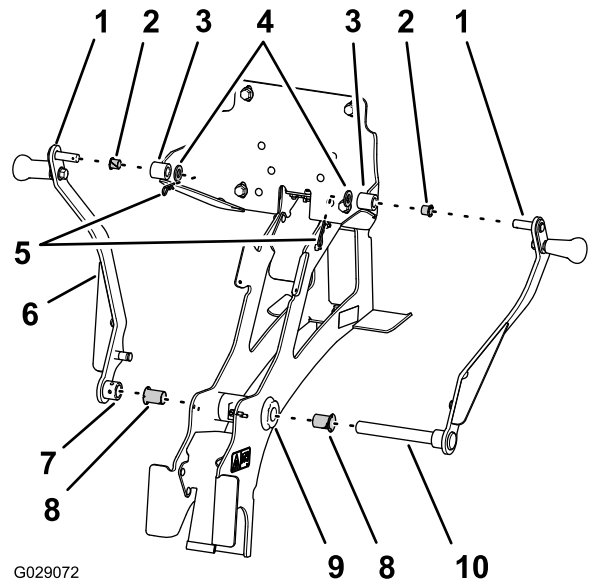

Figura 6
1. Introduzca un casquillo con brida (3/4" D.I.) en cada extremo del tubo de pivote del bastidor principal (Figura 6).
2. Introduzca un casquillo con brida (1/2" D.I.) en los cubos izquierdo y derecho de la chapa trasera (Figura 6).
3. Instale el pasador de giro inferior del brazo de sujeción de la derecha a través del casquillo con bridas en el lado derecho del tubo de giro y el pivote (Figura 6).
4. Instale el pasador de giro superior del brazo de sujeción de la derecha a través del cubo derecho de la chapa trasera (Figura 6).
5. Sujete el pasador de giro superior a la chapa trasera con una arandela (1/2") y una chaveta (Figura 6).
6. Instale el cubo del brazo de sujeción izquierdo sobre el extremo del pasador de giro inferior del brazo de sujeción de la derecha que sobresale a la izquierda del casquillo con bridas de la izquierda en el tubo de giro (Figura 6).
7. Instale el pasador de giro superior del brazo de sujeción de la izquierda a través del cubo izquierdo de la chapa trasera (Figura 6).
8. Sujete el pasador de giro superior del brazo de sujeción de la izquierda a la chapa trasera con una arandela (1/2") y una chaveta (Figura 6).